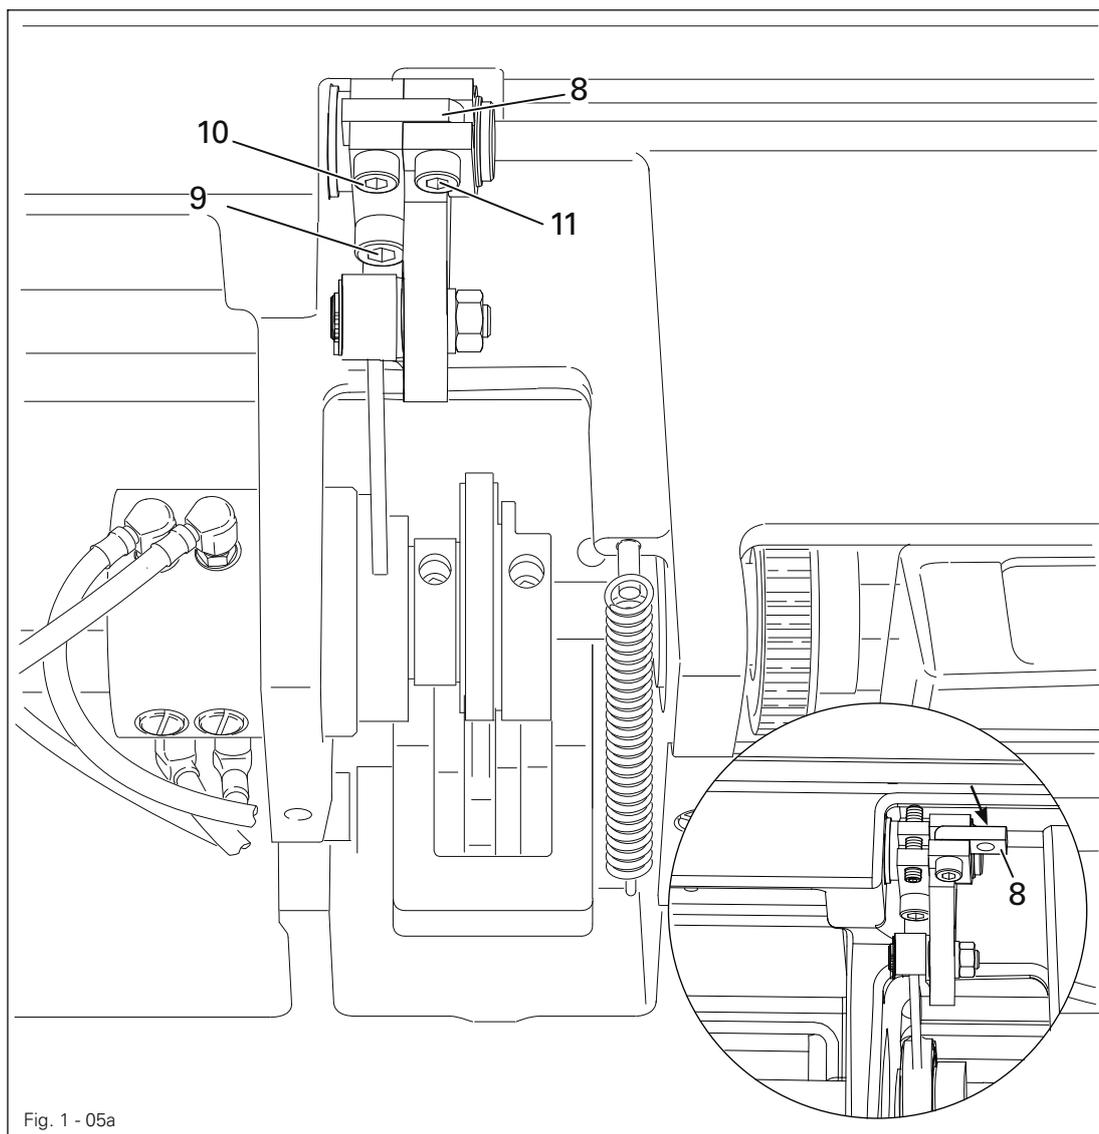

Fig. 1 - 05a
- Montar las piezas premontadas del juego como se muestra en la Fig. 1 - 05a.
- El movimiento de elevación está conectado cuando el elemento de unión **8**, según se muestra en la Fig. 1 - 05a, está girado hacia dentro y los tornillos **9** (M6x16) y **10** (M5x16) están enroscados.